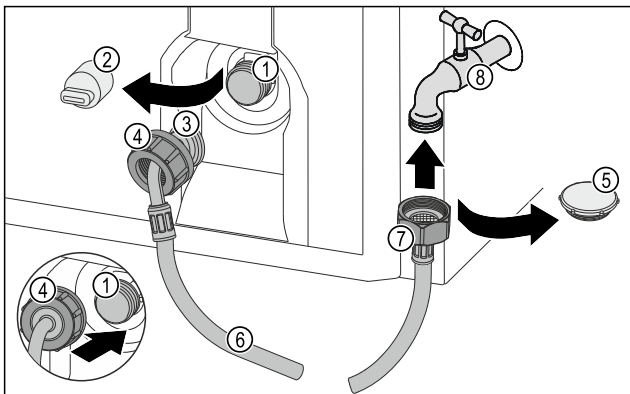

Fig. 45
- ▶ Wyciągnąć zatyczkę Fig. 45 (5).
- ▶ Prosty koniec węża Fig. 45 (7) nałożyć na zawór wody Fig. 45 (8).
- ▶ Dokręcić nakrętkę na prostym końcu węża Fig. 45 (7) w kierunku zgodnym z ruchem wskazówek zegara.